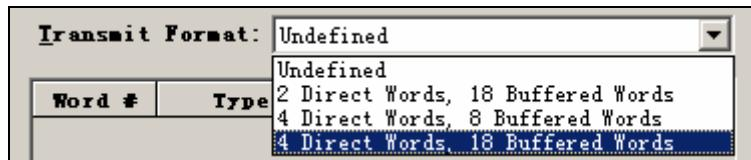

图 6-23 选择 #1 变频器的发送格式
8) 因为我们配置的是#1 变频器，所以我们只需要配置 SynchLink 中数据的发送，无需配置数据的接收。点击 Transmit Format 的下拉键，会出现如图 6-23 所示的发送格式选择菜单，这里我们选择 4 Direct Words 和 18 Buffered Words。